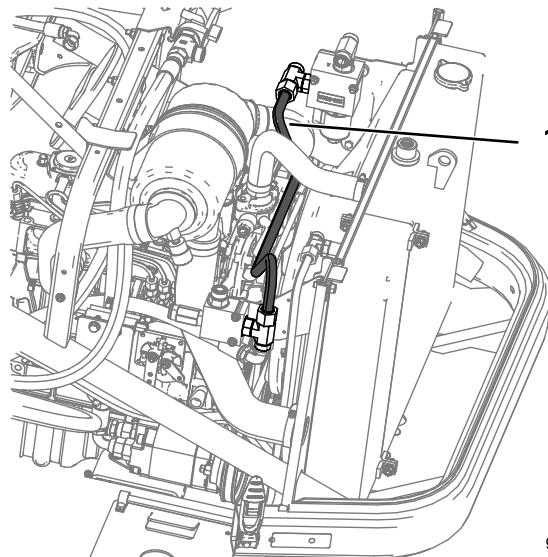

図 29
9. 図 29に示すように、油圧ホースDを、右側マニホールドアセンブリのT字アダプタフィッティング $5/8$ インチ、オスから、左側マニホールドアセンブリのT字アダプタフィッティング $5/8$ インチ、オスに取り付ける。